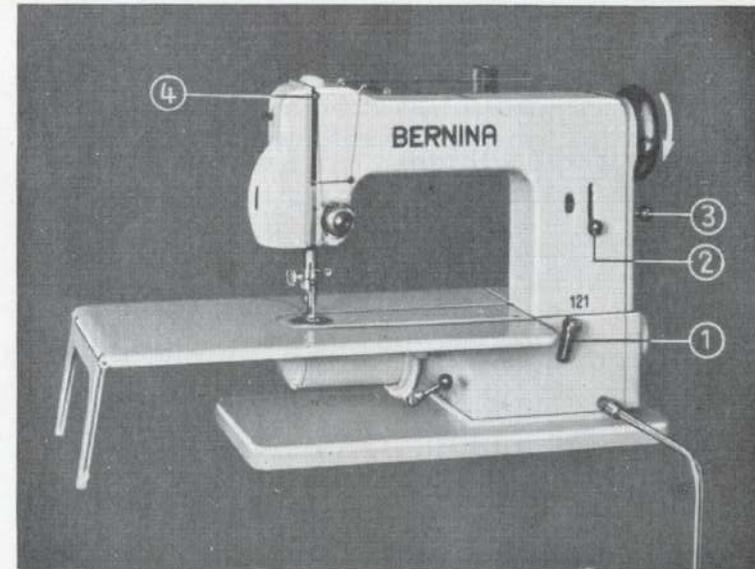

Fig. 13
Je nach der Stellung des Hebels 2 (Fig. 13) näht die Maschine vor- oder rückwärts und macht lange oder kurze Stiche. Stellt man den Hebel 2 nach unten, so daß der *Null-Strich* der Stichlängenskala *unter* den seitlich gelegenen *Markierungs-Strich* zu liegen kommt, so näht die Maschine *vorwärts*. Stellt man umgekehrt den Hebel 2 nach *oben*, so daß sich der *Null-Strich* über dem *Markierungs-Strich* befindet, so näht die Maschine *rückwärts*. Je mehr der Hebel 2 nach unten oder nach oben verlegt wird, desto länger wird der Stich. Das Vor- und Rückwärtsnähen hat den Zweck, gewisse Nähstellen zu verstärken und die Fäden zu verstäten.
Damit Vor- und Rückwärtsstich gleich lang werden, dreht man die Anschlagsschraube 3 (Fig. 13), mittelst welcher die Auf- und Abbewegung des Stichstellhebels 2 begrenzt wird. Dreht man die Schraube 3 heraus, so wird die Verschiebbarkeit des Hebels 2 vergrößert. Dreht man besagte Schraube hinein, so verkleinert sich die Verschiebbarkeit.
Man bringt den Fadenhebel 4 (Fig. 13) auf ungefähr die höchste Stelle. Nun hebt man den Nähfuß, wodurch die Oberfadenspannung locker wird und die Arbeit ohne vorheriges Fadenziehen bequem abgenommen werden kann. Man achte besonders darauf, daß das Arbeitsstück immer *nach hinten* unter dem Nähfuß weggezogen wird, da sich andernfalls die Nadel krümmt, was Fehlstiche, sowie Fadenreißen verursacht.
3. Transporteur versenken, indem Umschalthebel 1 (Fig. 13) nach rechts gestellt wird.